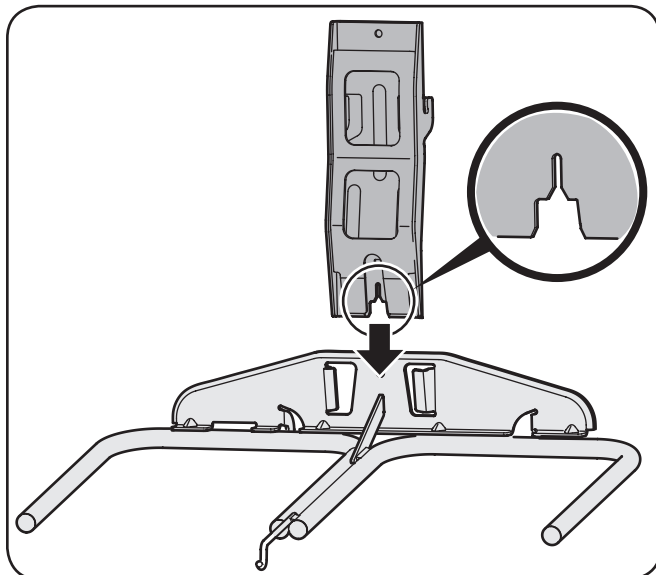
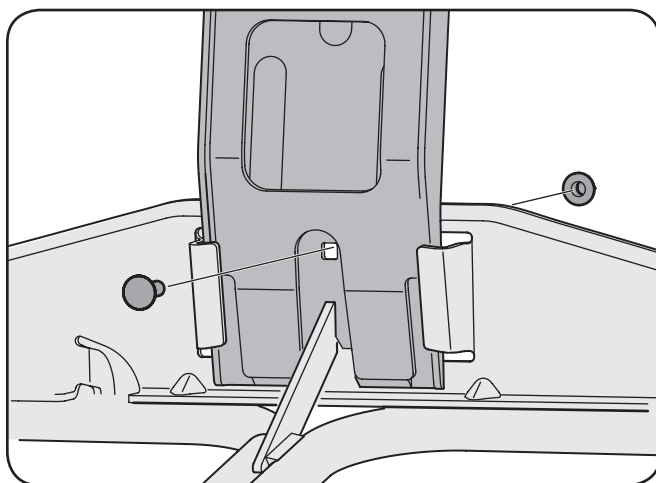

Figure 4-5
Figure 4-6
2. Insérez l'extrémité entaillée du support de fixation vertical dans l'assemblage du support de sac, comme à la figure 4-5, et la fixez avec un boulon de carrosserie 5/16-18 et un contre-écrou d'épaulement 5/16-18. Consultez la figure 4-6.